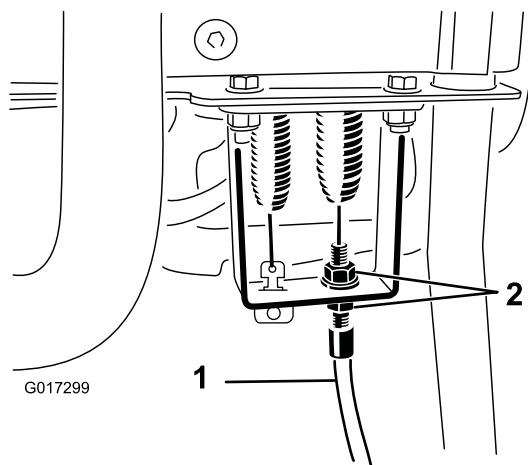

Figura 45
4. Sulla paratia della maniglia di comando, allentate il cavo di comando del cilindro in modo da creare un imbando (Figura 45).